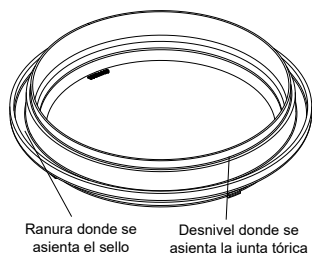

Figura 14. Colocación de la junta tórica de prueba de presión azul
2. Coloque la junta tórica azul en el desnivel ubicado a 1/4" desde la parte inferior de la tapa. Consulte la Figura 14.